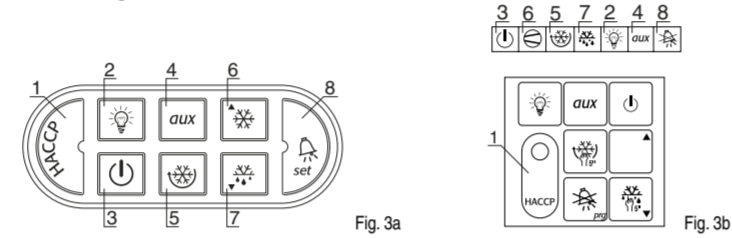

Fig. 3a
- Sur terminal/clavier: MTST (voir fig. 3a) / PST Large (voir fig. 3b)